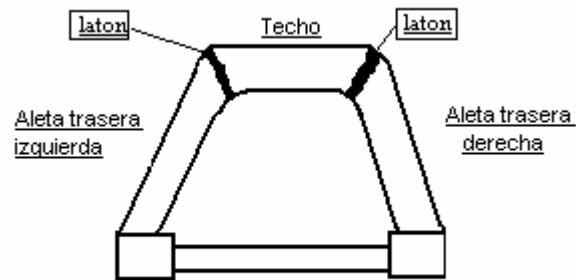

figura 1
1.3.- Soldadura oxiacetilénica fuerte con latón.- Se emplea como medida anticorrosión en la parte inferior de la unión del panel frontal con las aletas (si van soldadas) y en las esquinas del techo en algunos polivalentes (figura 1)